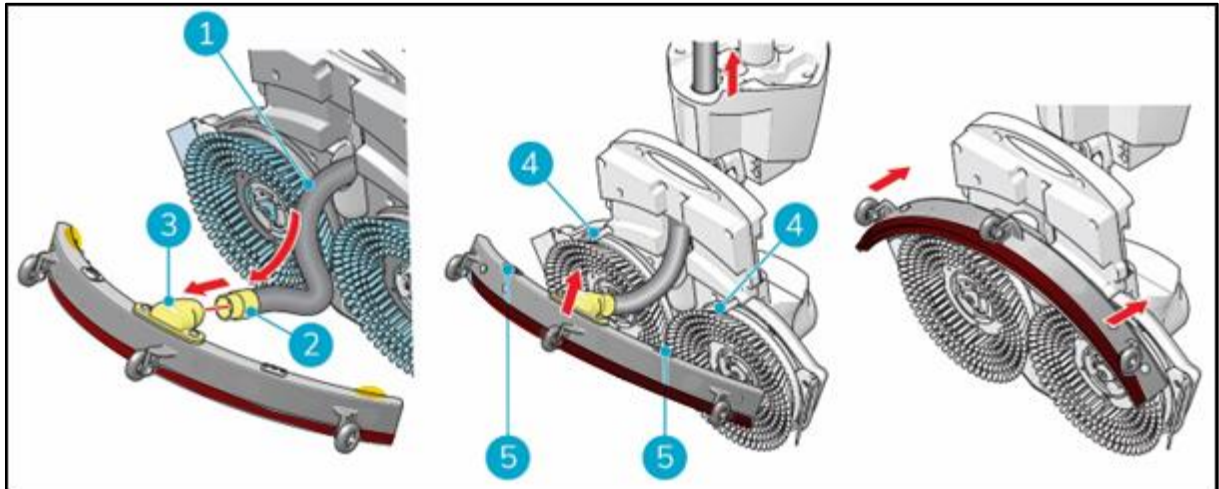

Figure 11
1. Prenez le tuyau d'aspiration (figure 11, pos. 1).
2. Insérez le connecteur du tuyau (figure 11, pos. 2) dans la raclette (figure 11, pos. 3).
3. Tournez le connecteur du tuyau de 1/4 de tour pour avoir un ajustement ferme (figure 11, pos. 2).
6. Alignez les goupilles sur le pont de brossage (figure 11, pos. 4) avec les trous sur la raclette (figure 11, pos. 5).